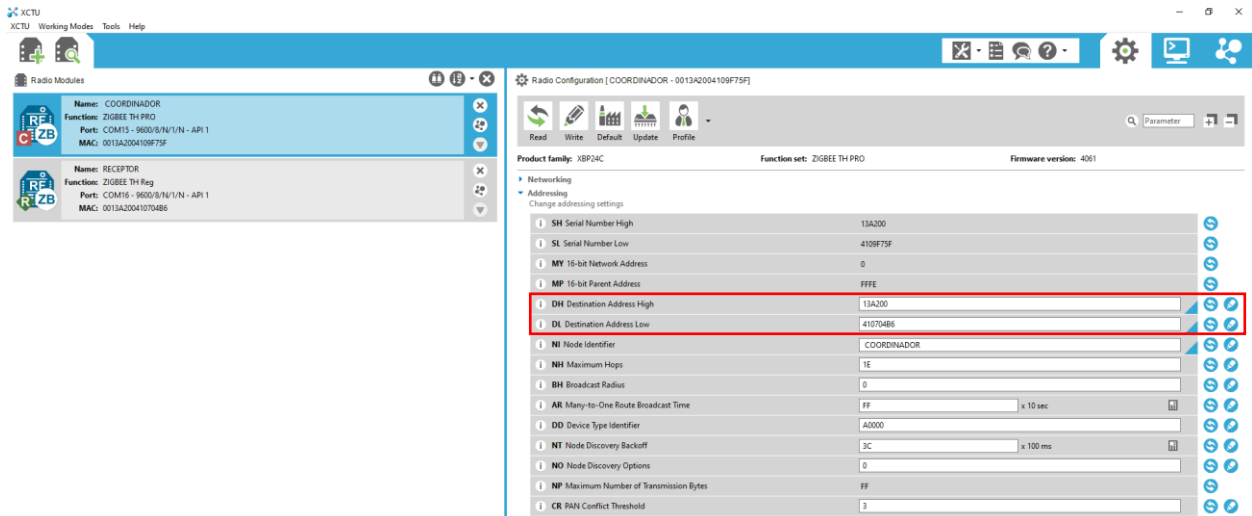

Figura 7.6. Configuración de la dirección MAC del Receptor (destino) en el módulo Coordinador
- En los parámetros de la dirección destino (*DH Destination Address High* y *DL Destination Address Low*), digite la dirección MAC de 64 bits (*High-Low*) del módulo con el que se desea establecer la comunicación (RECEPTOR). Puede verificar esta dirección al respaldo de cada módulo. En la Figura 7.6, se muestra la conexión de un segundo módulo XBee (Receptor) con el fin de verificar la Dirección MAC de éste, y de esta manera configurar correctamente el módulo COORDINADOR.